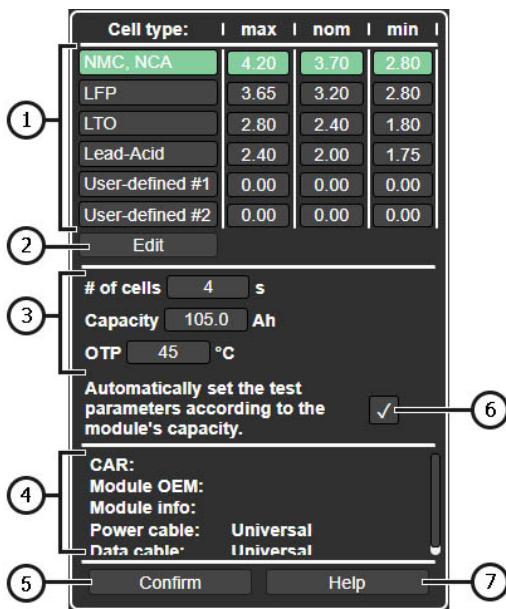

Рисунок 6.1
- 3 – Блок основных параметров настройки тестирования батареи (см. пояснения к рис. 6.1).